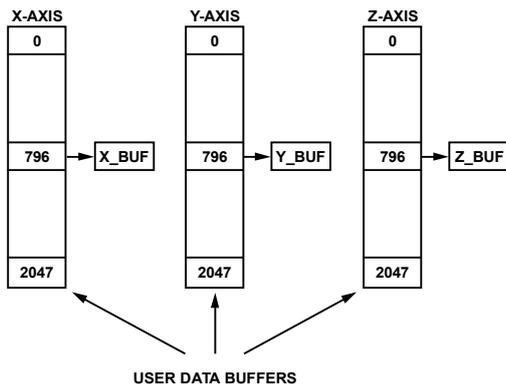

図 51. レジスタの動作、BUF\_PNTR = 0x031C (MFFT モードまたは AFFT モード)
BUF\_PNTR レジスタに数値を書き込むと、ユーザ・データ・バッファ（x、y、z）の該当するサンプル番号が X\_BUF レジスタ、Y\_BUF レジスタ、Z\_BUF/RSS\_BUF レジスタに読み込まれます。例えば、DIN でコード・シーケンス 0x8A1C および 0x8B03 を使用すると、0x031C が BUF\_PNTR レジスタに書き込まれます。この書き込みにより、サンプル・ポインタはユーザ・データ・バッファからの出力 x (796)、y (796)、z (796) を X\_BUF、Y\_BUF、Z\_BUF/RSS\_BUF に読み込ませるよう動作します（図 51 参照）。